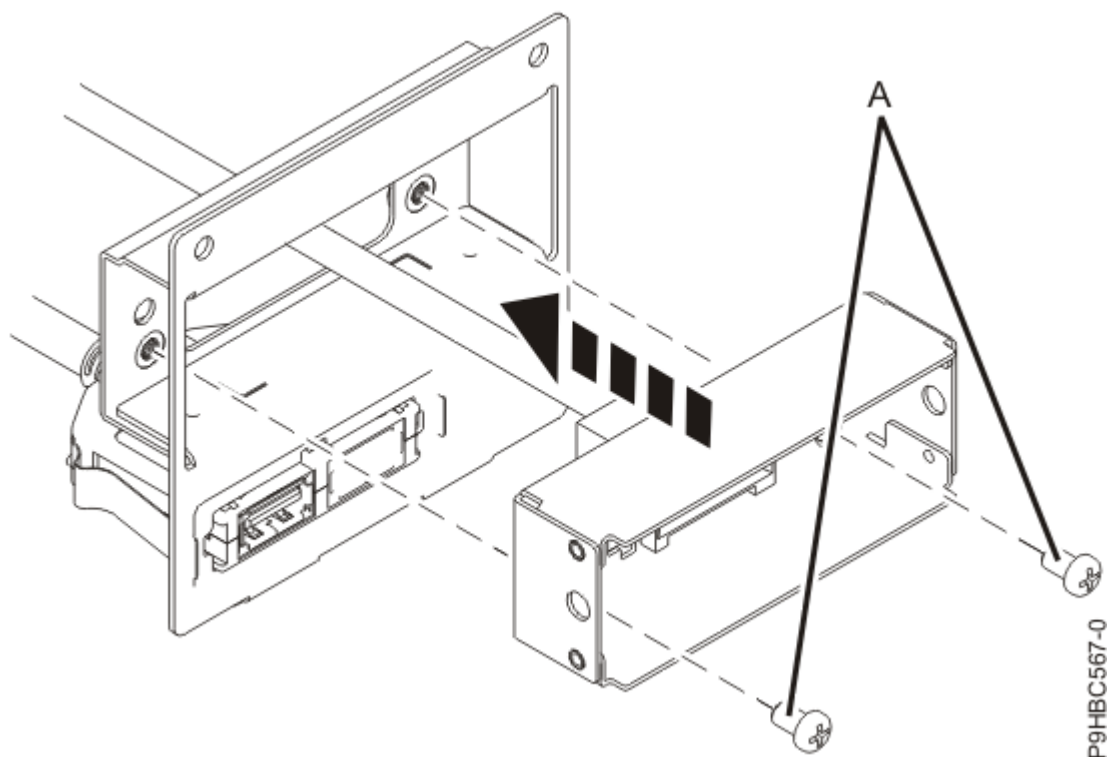

Figure 117. Installation du câble d'écran du panneau de commande dans le boîtier pour un système monté en armoire
2. Pour le système monté en armoire, installez le câble d'écran du panneau de commande dans le boîtier à l'aide des deux vis **(A)**, comme indiqué dans la Figure 117, à la page 124.